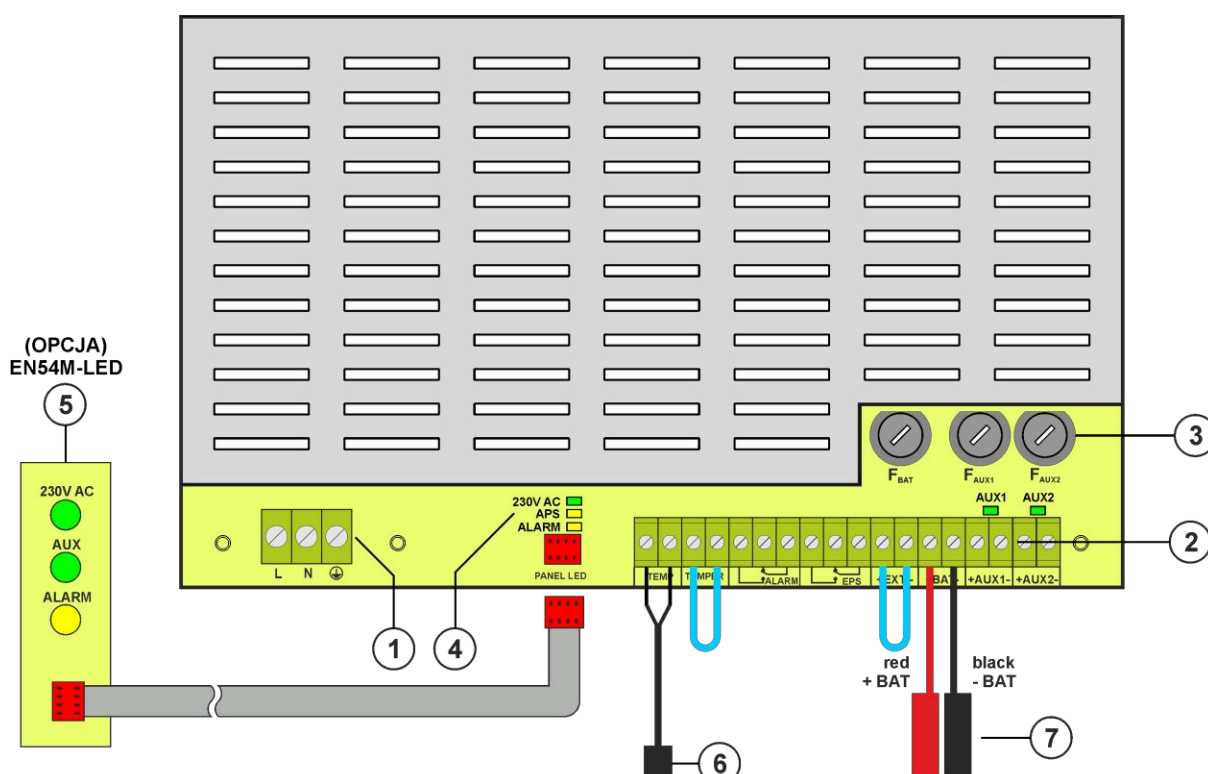

Fig. 2. Vista del modulo PSU.
**Tabella 1. Elementi del modulo PSU (Fig. 2).**
①	Connettore di alimentazione 230 V con terminale per il collegamento di un conduttore di protezione
②	<p>Terminali:</p> <p>TEMP – ingresso del sensore di temperatura della batteria</p> <p>TAMPER – ingresso del microinterruttore antimanomissione</p> <p>Ingresso chiuso = nessuna indicazione</p> <p>Ingresso aperto = allarme</p> <p>ALLARME – uscita tecnica di guasto collettivo dell'alimentatore - tipo relè</p> <p>EPS – uscita tecnica di indicazione di guasto dell'alimentazione CA</p> <p>aprire = Interruzione dell'alimentazione CA</p> <p>chiuso = Alimentazione CA - OK</p> <p>EXTi – ingresso guasto esterno</p> <p>Ingresso chiuso = nessuna indicazione</p> <p>Ingresso aperto = allarme</p> <p>+BAT- – terminali per il collegamento della batteria</p> <p>+AUX1- – Uscita di alimentazione AUX1 ( - AUX=GND)</p> <p>+AUX2- – Uscita di alimentazione AUX2 ( - AUX=GND)</p> <p>ATTENZIONE! Nella Fig.2 il gruppo di contatti mostra uno stato privo di potenziale del relè, che corrisponde a un'interruzione dell'alimentazione elettrica.</p>
③	<p>Fusibili:</p> <p>FBAT – fusibile nel circuito della batteria,</p> <p>FAUX1 – fusibile nel circuito di uscita</p> <p>AUX1, FAUX2 – fusibile nel circuito di uscita AUX2,</p> <p>I valori dei fusibili sono riportati nella tabella 4 - "Parametri elettrici".</p>
④	<p>LED – indicazione ottica:</p> <p>230 V CA – tensione nel circuito 230 V CA</p> <p>APS – guasto della batteria</p> <p>ALLARME – guasto collettivo</p> <p>AUX1 – tensione di uscita AUX1 (sul connettore AUX1)</p> <p>AUX2 – Tensione di uscita AUX2 (sul connettore AUX2)</p>
⑤	PANNELLO LED – pannello di segnalazione ottica esterno EN54M-LED
⑥	Sensore di temperatura della batteria
⑦	Connettori della batteria; positivo: +BAT = rosso, negativo: - BAT = nero